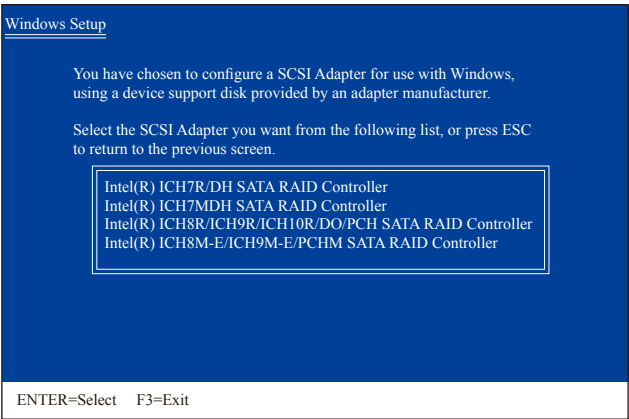

图2
放入存有SATA RAID/AHCI驱动程序的软盘并按下<S>键。当如图2所示的画面出现时，请选择「 Intel(R) ICH8R/ICH9R/ICH10R/DO/PCH SATA RAID Controller 」，然后按<Enter>键，系统会从软盘中下载SATA驱动程序。